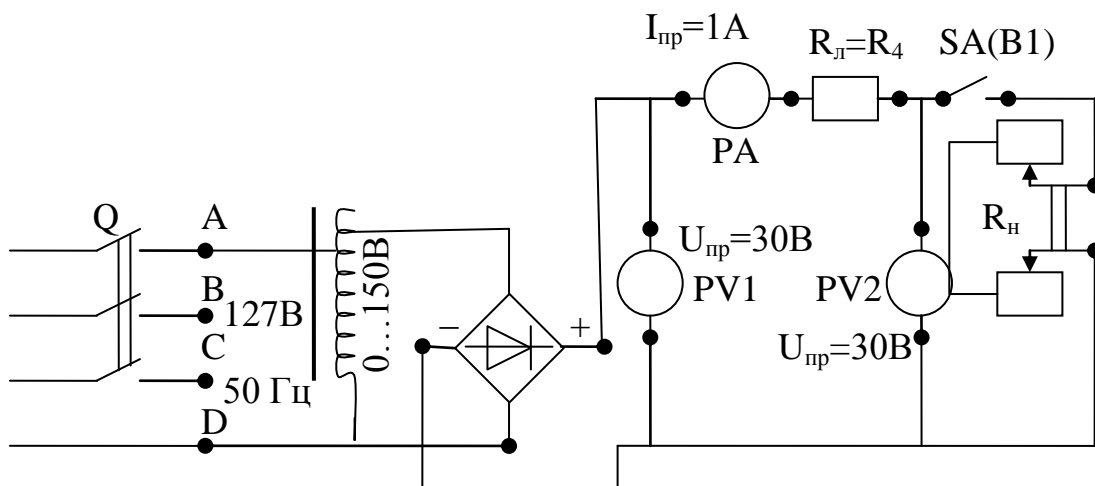

Рисунок 4.1 – Электрическая схема экспериментальной установки
5.2. Собрать электрическую схему (рисунок 4.1) и дать её проверить лаборанту или преподавателю. При этом выключатели должны находиться в выключенном состоянии (нижнее положение), а регулятор автотрансформатора в положении до упора против часовой стрелки.